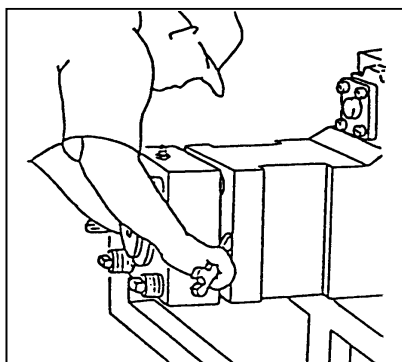
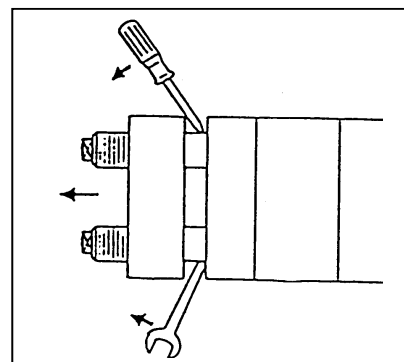

Fig.4
Fig.5
5. Verwijder head cap zoals aangegeven in Fig.4 en Fig.5.